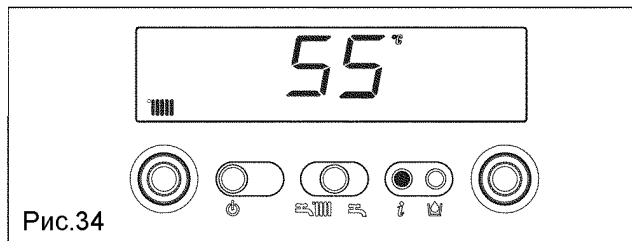

Рис.34
**Info 3** отображается заданная температура отопления (рис. 34).